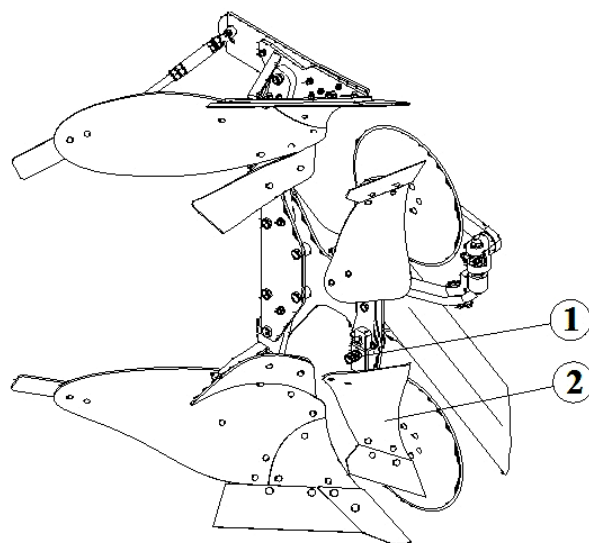

Рисунок 17.
Предплужники (2) должны заглубляться в почву приблизительно на 5 - 10 см. При виде сверху предплужники должны находиться на расстоянии примерно 2–3 см в сторону от линии лемехов и под углом примерно 45°-50° к направлению движения (рис. 17 и 18).
Регулировка глубины работы предплужника производится при помощи плоской стойки (3) посредством стопорных болтов (1) (рис. 17 и 18).